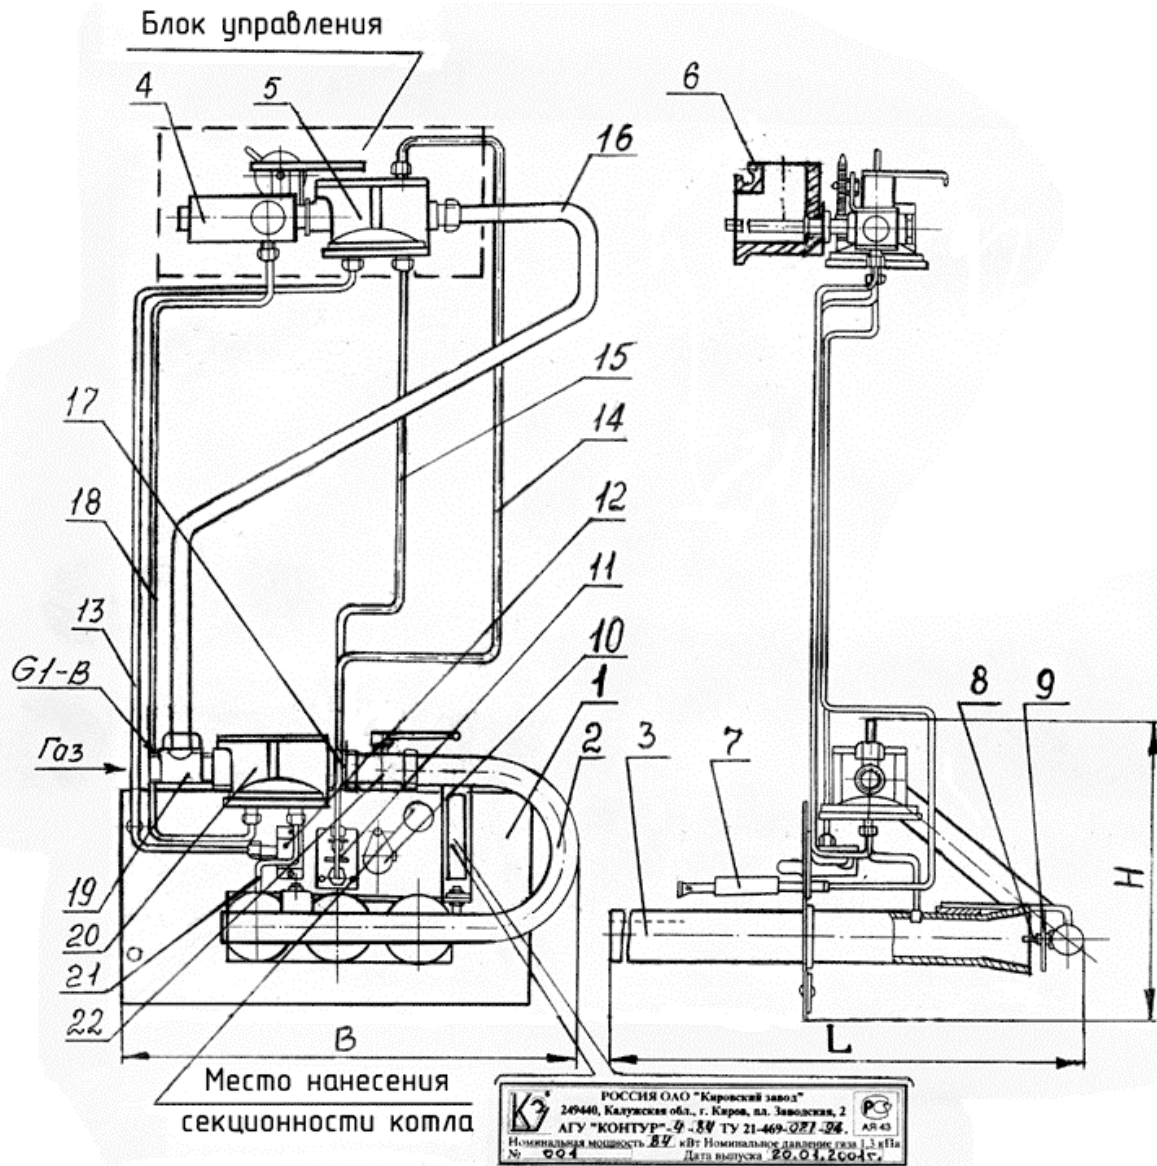

Рис. 2
Блок управления поставляется в собранном виде и вворачивается во фланец (6) котла (см. рис.2 САБК-00.00.000ПС для САБК-8-50).
5.2. Устройство АГЧ «Контур – 4» состоит из вышеперечисленных деталей (узлов), а также из следующих основных частей: патрубков (17), тройника (19), основного клапана-отсекателя (20), крана (22) и т.д., см рис.2.
От КО (20) отходит импульсная трубка сброса газа (21), соединяемая с коллектором ГГЧ. Блок управления вворачивается в отвод (6) котла (см. рис. 2 САБК-00.00.000 ПС для САБК-8-110).